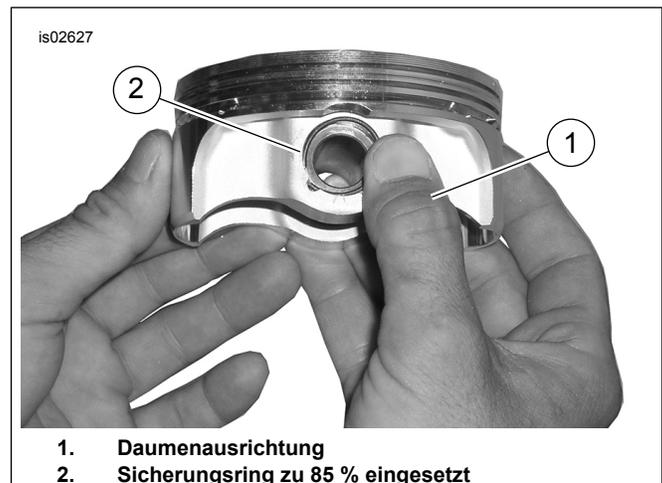

Abbildung 4. Den Sicherungsring anbringen
2. Siehe Abbildung 4. Den Daumen (1) wie gezeigt ansetzen und fest drücken, bis sich ca. 85 % des Sicherungsrings (2) in der Nut befinden.